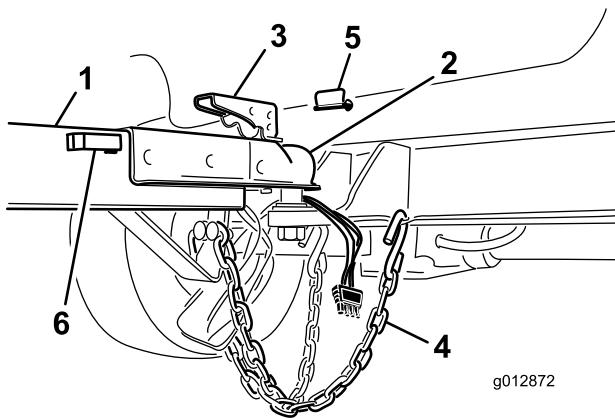

Figura 8
5. Riponete il connettore di cablaggio nella fondina del tubo dell'attacco di traino (Figura 8).
2. Sollevate la leva del giunto sul timone abbassando nel contempo la copertura sull'attacco a sfera (Figura 8).
4. Montate il perno per bloccare la leva del giunto (Figura 8).
5. Incrociate le catene di sicurezza e collegatele ai fori presenti sull'attacco di traino (Figura 8).